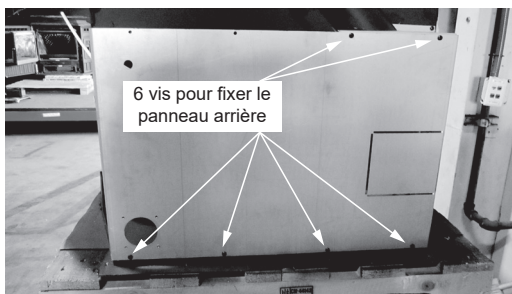

Figure 22.2
5. Installez le panneau arrière à l'aide de six vis (**Figure 22.2**).